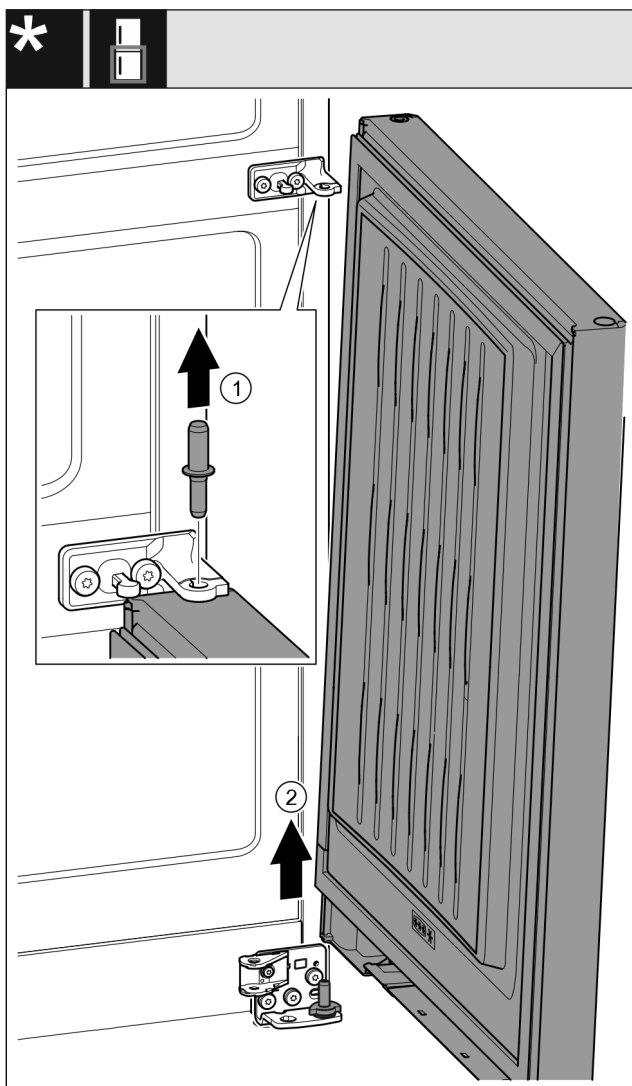

Fig. 23 *
- ▶ Sworzeń wyjąć w górę. *Fig. 23 (1)**
- ▶ Drzwi wyjąć pociągając w górę, a następnie odstawić z boku. *Fig. 23 (2)**